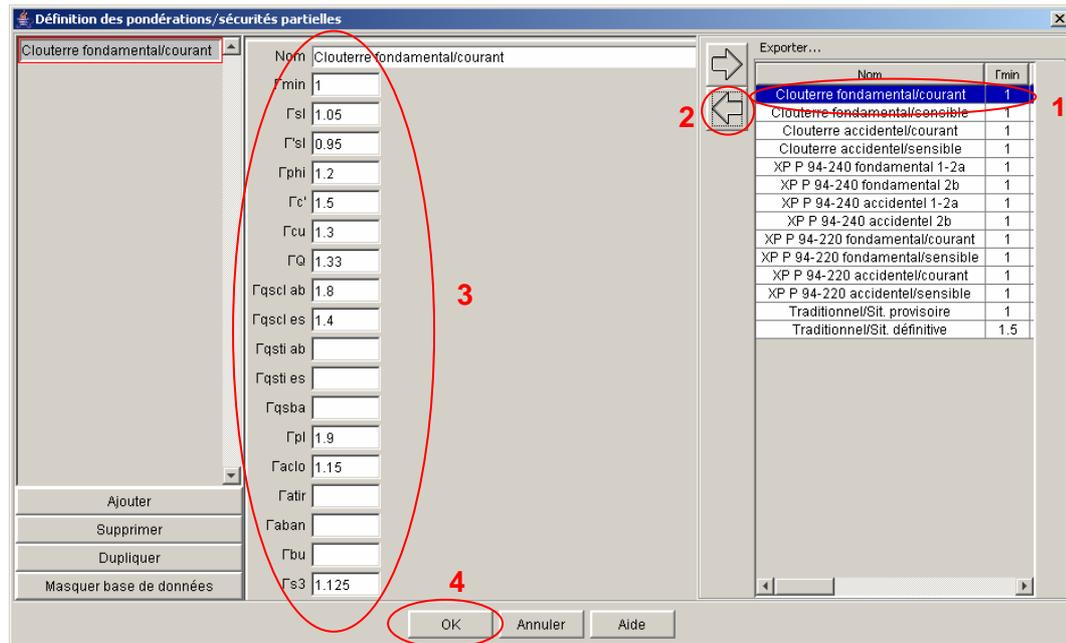

Figure 69 : assistant pondérations/sécurités partielles
Un bouton permet à l'utilisateur s'il le souhaite d'activer l'assistant (dans une fenêtre complémentaire, Figure 69).
Par exemple, sur la Figure 69, pour transférer un jeu de coefficients de la base de données globale vers la base de données locale, sélectionner le jeu de pondérations voulu dans la liste globale à droite (1) et cliquer sur le bouton "Transférer vers le projet" (2). Le dernier jeu transféré est sélectionné par défaut (encadré en rouge dans la liste à gauche). Compléter si nécessaire le jeu de pondérations choisi (3) (s'il comporte des valeurs non définies). Puis valider par "OK" (4).